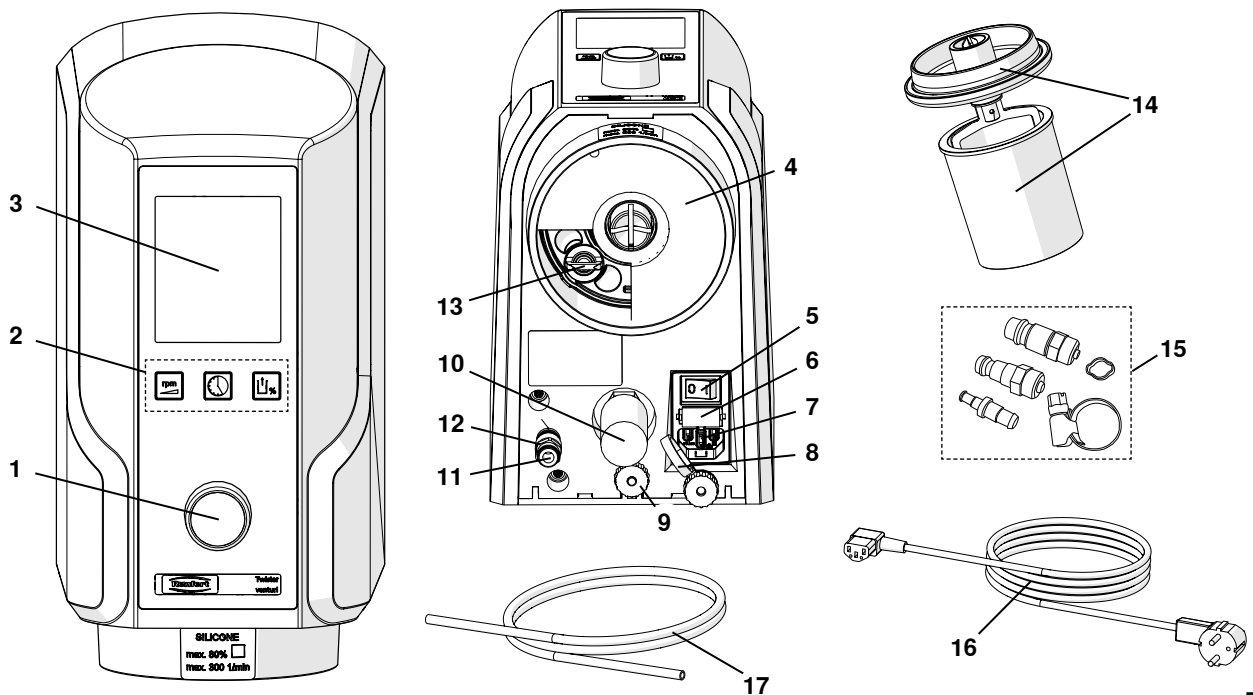

图.1
- ⇒ 从附件套装中选出相应的接口装于软管的另一端，与压缩空气系统连接（15, 图1）。